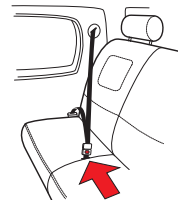

Figura 35
- Hebilla y sujetador de cinturón de regazo adelante de la entrante del asiento: El cinturón de regazo o la parte que va en él o la hebilla sale de la parte inferior del asiento del vehículo adelante del respaldo del asiento, según se ilustra en la **figura 35**.